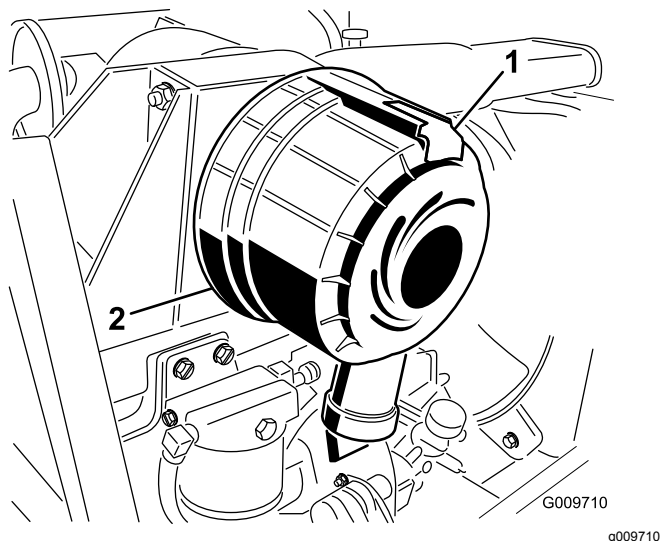

図 55
1. ラッチを引いて外し、カバーを左にひねってボディからはずす図 55。